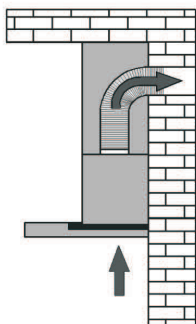

Рис. 2
1) Отвод (рис. 2) - воздух отводится из здания через соединение вытяжки с вентиляционной трубой с помощью жесткой пластиковой трубы диаметром 120-150 мм с применением труб и фитингов.